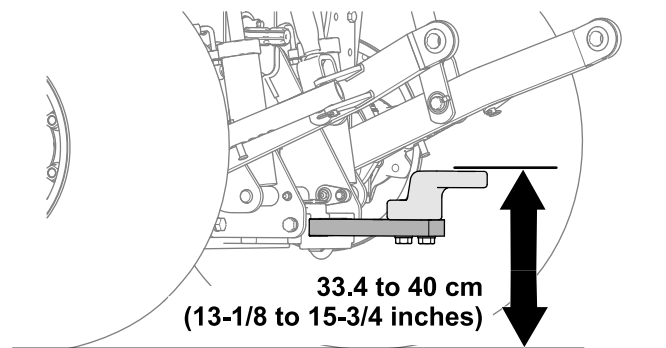

Figura 21
- Altura de trabalho: 33,4 a 40 cm; consulte **Figura 21**.